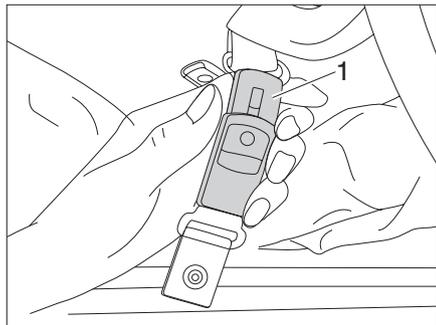

Fig. 44 Chiusura della cintura di sicurezza
- ▶ Chiudere le cinture di sicurezza (Fig. 44,1).